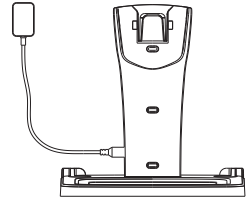

Fig. 5-1b
2. Sett den store enden av adapteren inn i stikkontakten, og koble til strømkilden. (se Fig. 5-1b)